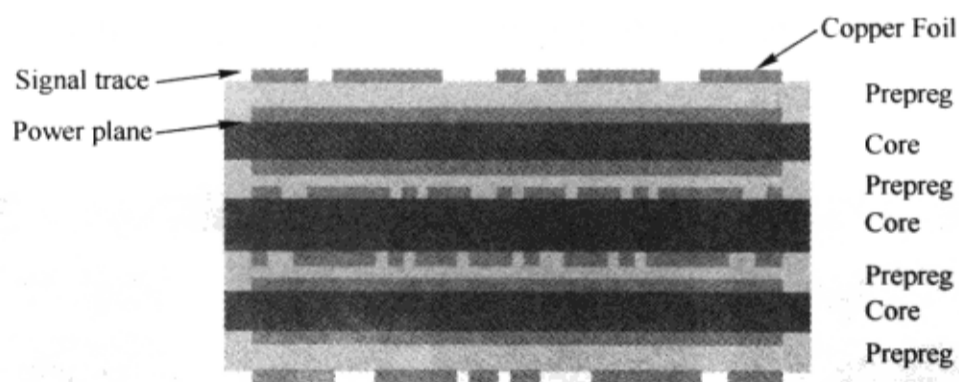

图 1-3-13 电源/地平面层结构
4) 电源/地平面层 电源平面层或地平面层是指一个固定的铜层来提供电源和地信号，通常比信号层的厚度大来减小其电阻。如图 1-3-13 所示，在高速 PCB 中使用电源/地平面层可以为 PCB 上的电源和地信号提供一个稳定的、低阻抗的传输路径；可以屏蔽层与层之间的信号这样能尽量减少窜扰；提供散热；大限度地增加“平面间电容”；也可以对防止 PCB 的变形起到有效的作用。